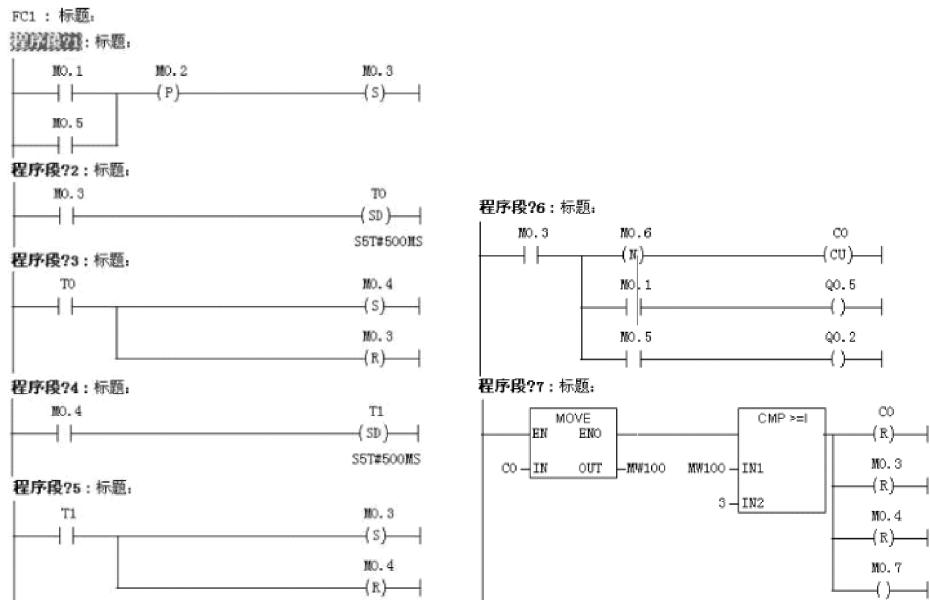

图 6-37 在 FC1 里编写的程序
5) 在块目录里插入一个功能 FC1, 并在里面编写黄灯闪烁的控制逻辑程序, 如图 6-37 所示。